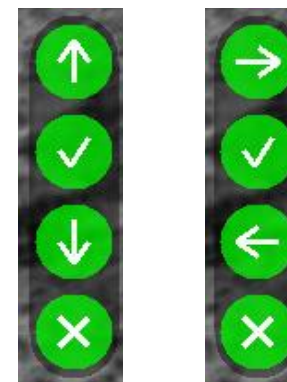

Рисунок 10 – Примеры индикатора назначения кнопок
- **Индикатор назначения кнопок** – индикатор, подсказывающий пользователю назначение каждой отдельной кнопки (×, ▼, ●, ▲) при выполнении какого-либо действия в выбранном режиме (см. рис. 10). Данный индикатор появляется **только** в случаях, предусмотренных в ПО (например, при вводе выверки прицельной сетки).